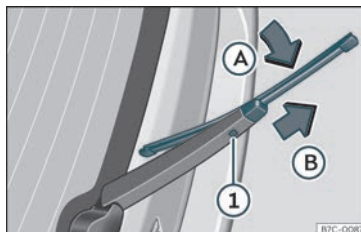

Fig. 38 Cambio da goma da fiestra traseira.
- Xire a goma lixeiramente >>> **fig. 38** (frecha **A**).